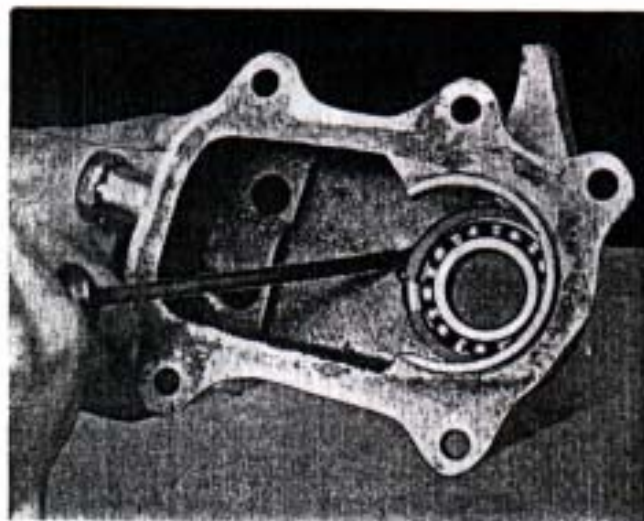

Fig. 156. — Sacando el aro retén del cojinete a bolillas de la extensión delantera.
- b) Quitar el aro retén del cojinete a bolillas (Fig. 156).